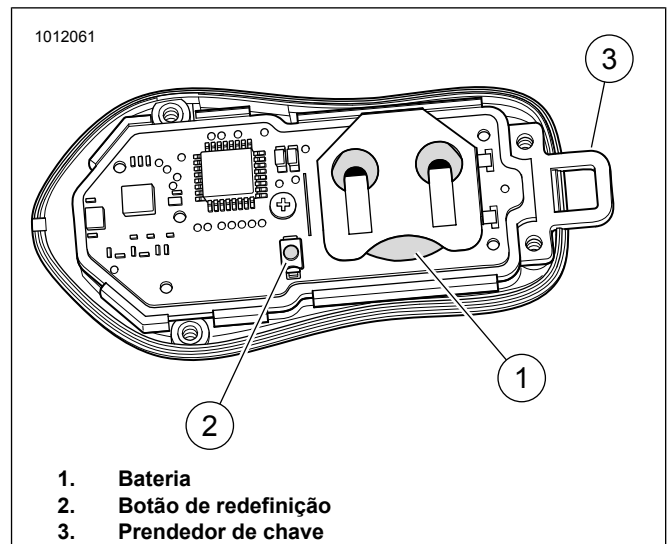

Figura 5. Reposição do comando remoto e da bateria
Ver a Figura 5. O prendedor da chave (3) pode cair quando a tampa for removida. Tenha cuidado para não perdê-lo.
Ver a Figura 5. Remova os quatro parafusos que prendem a tampa traseira do comando remoto. Retirar a tampa.
2. Ver a Figura 5. Pressione e mantenha pressionado o botão (2) até que as luzes Spectra Glo no veículo percorram todas as sete zonas de cores. Continue premindo por mais 5 segundos até que as luzes Spectra Glo percorram todas as sete zonas de cores uma segunda vez.